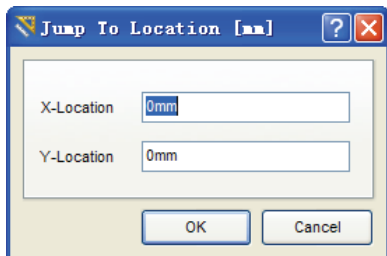

图 10-34 输入坐标位置对话框
(1) 执行菜单命令【Edit】→【Jump】→【New Location】后，弹出如图 10-34 所示的对话框。
(2) 输入所要跳转到位置的坐标值，单击 按钮，光标即可跳转到指定位置。